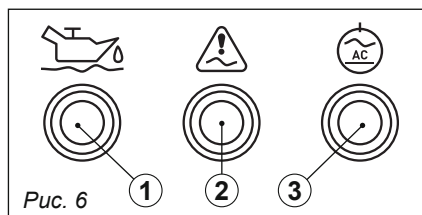

Рис. 6
Индикатор низкого уровня масла (поз. ①, рис. 6)
(поз. ②, рис. 6)
Индикатор сети (поз. ③, рис. 6)